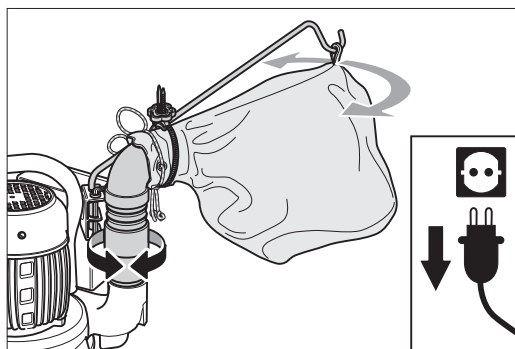

Abb. 7: Der Druckschlauch kann an dem unteren Kunststoffstutzen verdreht werden.
- 1 Ergreifen Sie am Druckschlauch den schwarzen Kunststoffstutzen unterhalb des Schlauchstückes und verdrehen Sie diesen nach der gewünschten Seite. Der Staubsack wird mitschwenken (Abb. 7). Drehen Sie den Druckschlauch nicht am oberen, gekrümmten Rohrstück.